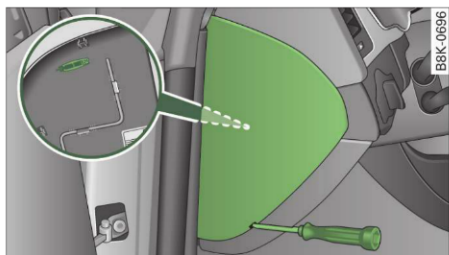

Fig. 254 Postul de conducere - stânga: Capacul panoului siguranțelor
- Luați clema de pe partea posterioară a capacului suportului de siguranțe ⇒ fig. 254.